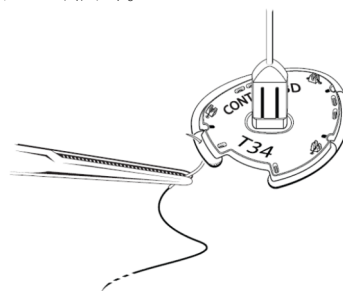

図 8
- 2) リングの底面から周縁に出るように約 2~4 mm の間隔で縫合糸を掛けていく(図 8)。